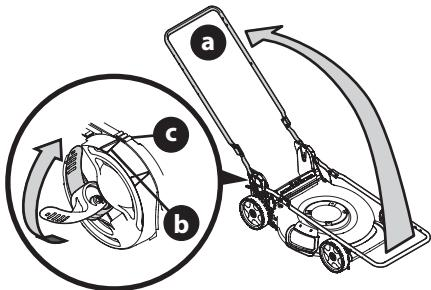

Figura 9
5. Mientras estabiliza la cortadora para que no se mueva, levante la manija superior hacia arriba (a) (Figura 9). No prese el cable del control de la cuchilla mientras levanta la manija.
6. Cuando levante la manija superior, asegúrese de que el indicador de posición (b) esté alineado con una de las tres posiciones de la manija (c). Vea el recuadro de la Figura 9.
7. Trabe las dos palancas de liberación de manija. Vea el recuadro de la Figura 9.